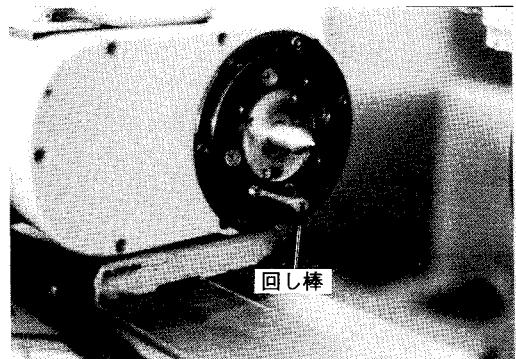

図2-22
(5) 工作物を両センタに取り付ける。
(6) 回し金の足の長さに応じて、回し棒の位置を調整する（図2-22）。